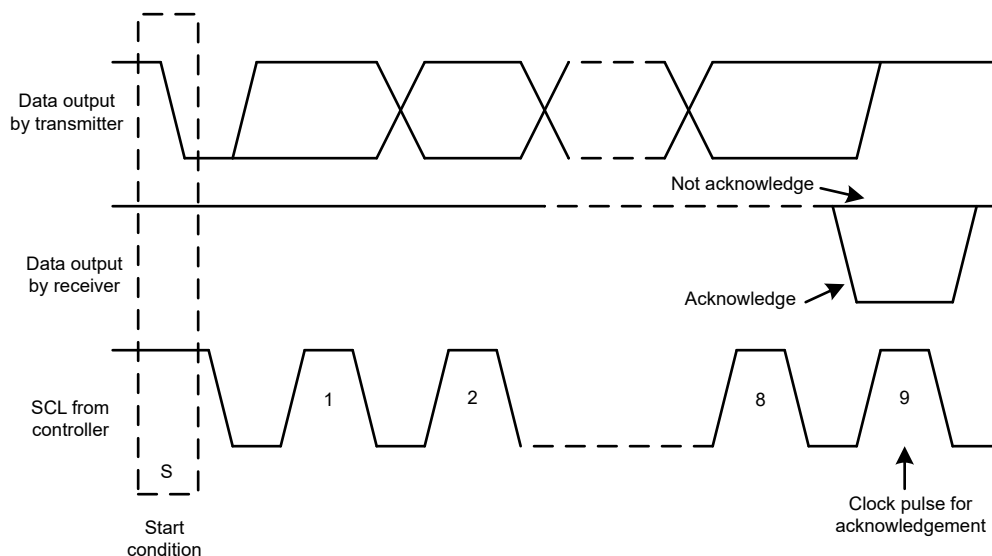
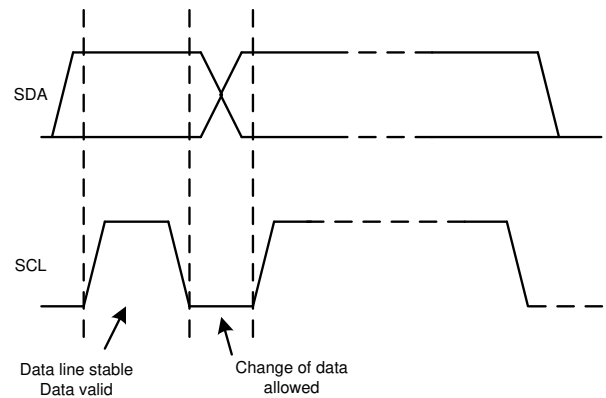

图 6-18. I²C 总线上的确认和非确认
图 6-20. 在 I²C 总线上的位传输
除了特定的时序信号外, I²C 接口还使用串行字节。在每个字节结束时, 第九个时钟周期产生并检测确认信号。确认是指 SDA 线在第九个时钟周期的高电平期间被拉低。图 6-18 所示为非确认, 是指 SDA 线在第九个时钟周期的高电平期间保持高电平。
2. 控制器随后产生 SCL 脉冲，并在 SDA 线上发送 7 位地址和读取/写入方向位 ($R\bar{W}$)。在所有传输期间，控制器确保数据有效。图 6-20 显示，有效数据条件要求 SDA 线在时钟脉冲的整个高电平期间保持稳定。所有器件都识别控制器发送的地址，并将其与相应内部固定地址进行比较。只有具有匹配地址的目标器件才会通过在第 9 个 SCL 周期的整个高电平期间拉低 SDA 线来生成确认 (另请参阅图 6-18)。当控制器检测到此确认时，则表示与目标的通信链路已建立。